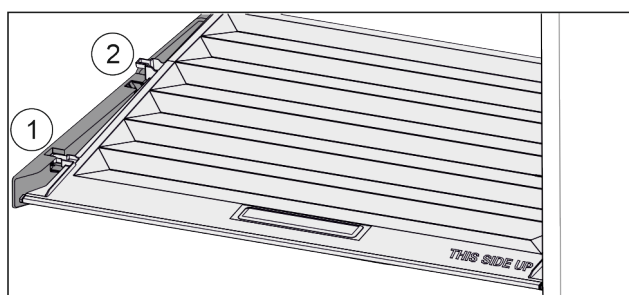

Fig. 67
- ▶ Dra locket framåt Fig. 67 (1) till öppningen i fästdelarna.
- ▶ Lyft det baktill underifrån och ta ut Fig. 67 (2) det uppåt.